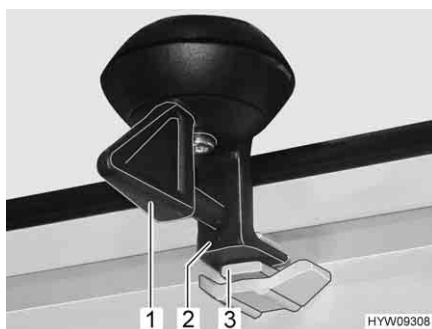

Fig. 55 Bloccaggio (posizione di ricircolo d'aria)
- Ruotare la leva (Fig. 55,1) di un quarto di giro. Il bloccaggio (Fig. 55,2) deve entrare nella rientranza superiore (Fig. 55,3).